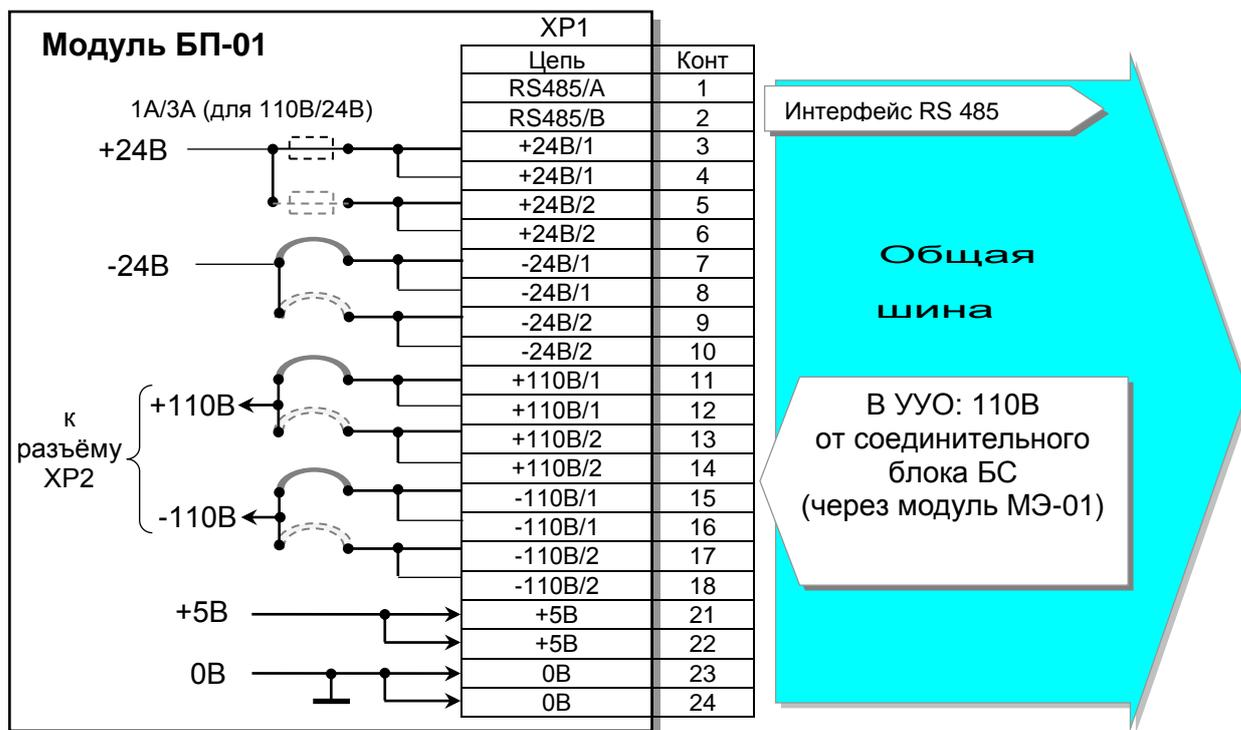

Рис. 3.
2.3.2.1 Печатная плата модуля БП-01 устанавливается в несущую конструкцию функционального блока типа ET240 разъемами вверх и крепится к ней двумя винтами (рис. 3). Крышка блока ET240 имеет уплотнения и должна быть плотно закрыта в рабочем положении для защиты модулей от пыли и влаги. Как правило, расстояние между модулем БП-01 и другими модулями составляет 20 мм (расстояние между ближайшими отверстиями в крепёжной корзине – 10 мм).